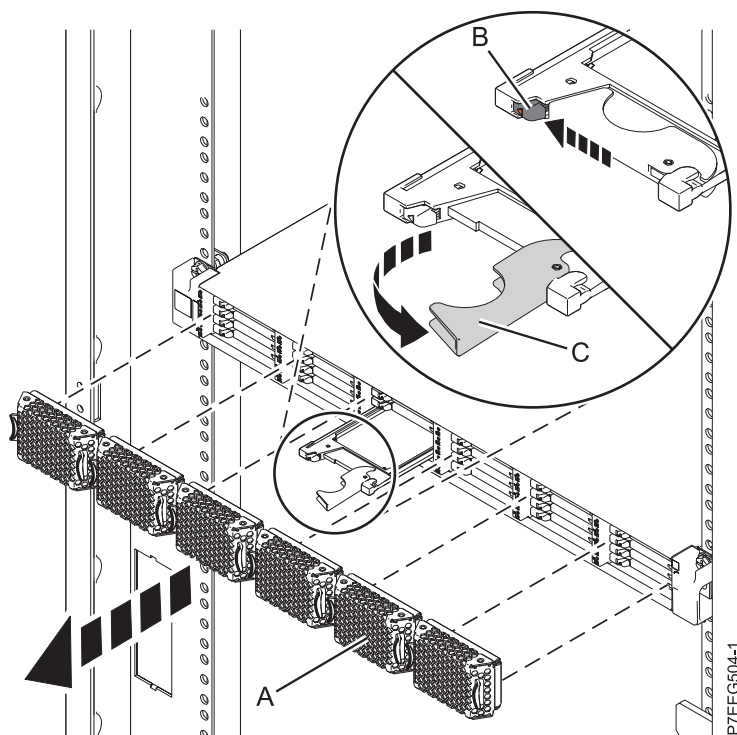

Figura 18. Extracción de la unidad de estado sólido de Alojamiento de almacenamiento PCIe de EDR1
4. Retire la placa frontal (A) que cubre la ranura que contiene la unidad de estado sólido.
5. Cuando el LED de identificación de la unidad de estado sólido se encienda de manera fija, deslice suavemente el pestillo de liberación (B) por encima para desbloquear el asa de la unidad. Consulte Figura 18.
6. Agarre el asa (C) y saque parcialmente la unidad de la ranura.